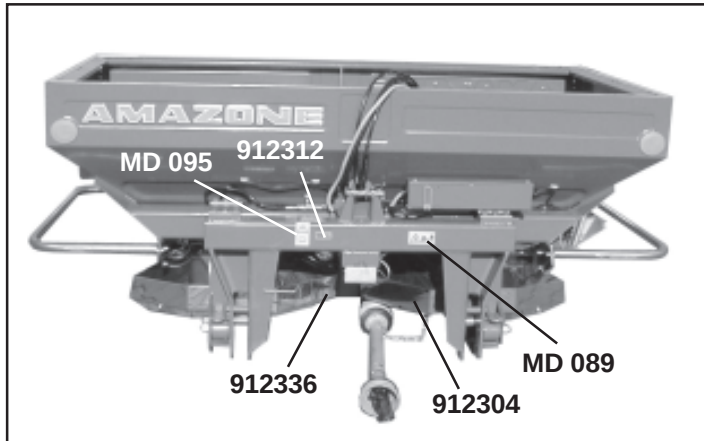

Fig. 2.1
- Les Fig. 2.1 et 2.2 montrent les emplacements de fixation des pictogrammes et des panneaux de signalisation dont la signification est expliquée dans les pages suivantes.